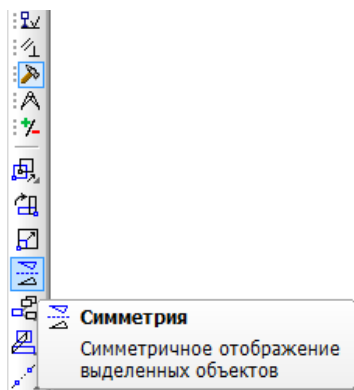

Рис.12
2) Вызовите на экран страницу **«Редактирование» «Инструментальной панели»** и нажмите кнопку **«Симметрия»** (рис.12).